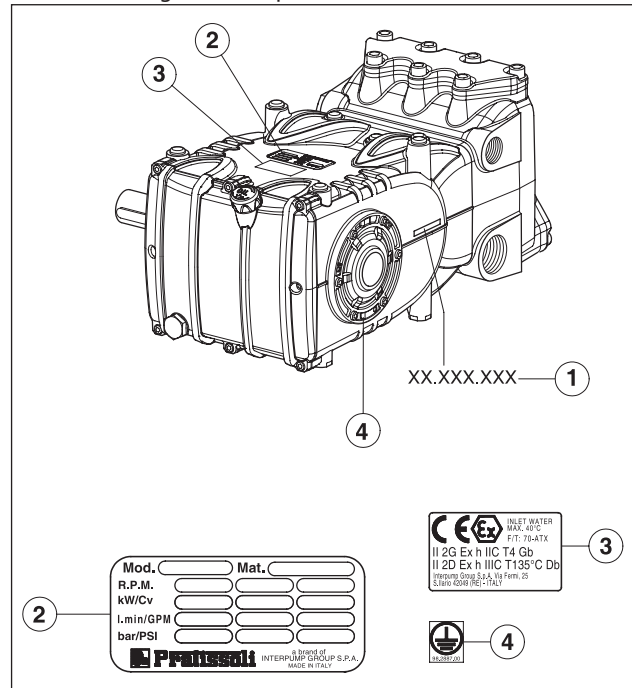

Abb. 1
Jede Pumpe ist durch eine Seriennummer XX.XXX.XXX, siehe Pos. ①, und ein Typenschild, siehe Pos. ② in Abb. 1, mit folgenden Daten gekennzeichnet: